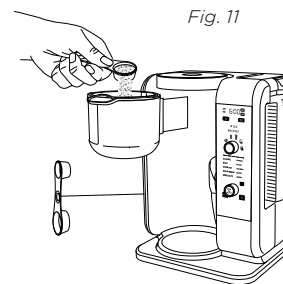

Fig. 12
3 Utilisez la cuillère Ninja Smart ScoopMC et suivez les mesures du tableau pour remplir le panier à infuser (fig. 12). Ces mesures sont basées sur des cuillerées rases – ajustez-les selon vos goûts. Nous suggérons d'utiliser une mouture moyenne si vous moulez des grains entiers.
- 3 Utilisez la cuillère Ninja Smart ScoopMC et suivez les mesures recommandées du tableau pour remplir le panier à infuser en les ajustant pour obtenir votre saveur désirée (fig. 12).